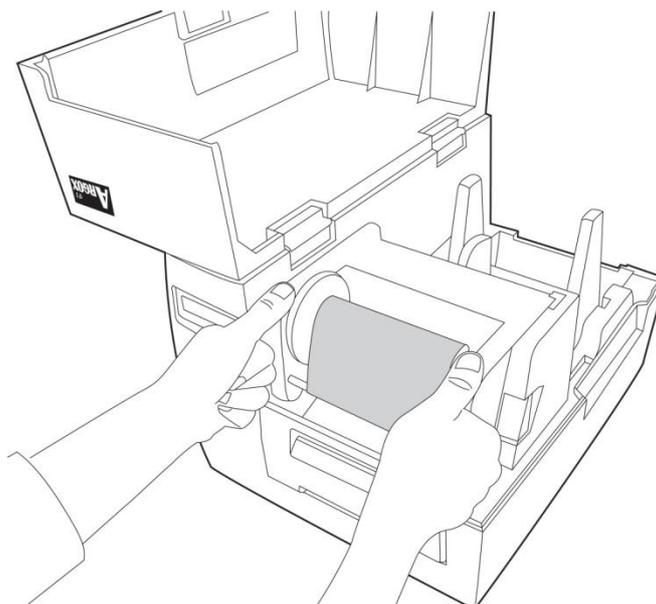

Figura 9
69. Presione firmemente el módulo del cabezal de impresión hacia abajo en ambos lados hasta que escuche un chasquido. (Figura 9)